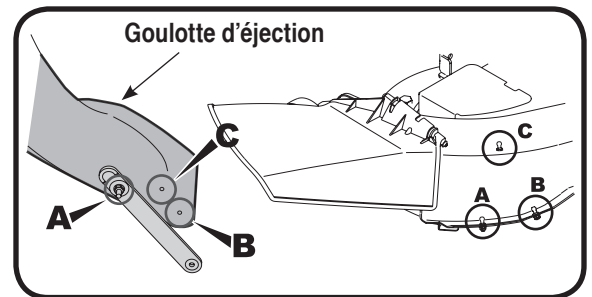

Figure 23
La patte de fixation est placée en position A sur la goulotte d'éjection. Cependant, sur les anciens tracteurs, vous devez changer la position de la patte selon l'emplacement de la goupille du collecteur d'herbe sur le plateau de coupe. Déplacez la patte de fixation sur la goulotte d'éjection de la position A à la position B ou C selon la position de la goupille du collecteur d'herbe sur le plateau de coupe en A, B et C. Voir la Figure 23.
4. Vous devrez ensuite positionner la patte de fixation sur la goulotte d'éjection afin qu'elle corresponde avec l'orifice et la goupille. Voir la Figure 23 pour le positionnement de la patte de fixation.
REMARQUE : La patte de fixation est placée en position A sur la goulotte d'éjection. Cependant, sur les anciens tracteurs, vous devez changer la position de la patte selon l'emplacement de la goupille du collecteur d'herbe sur le plateau de coupe. Déplacez la patte de fixation sur la goulotte d'éjection de la position A à la position B ou C selon la position de la goupille du collecteur d'herbe sur le plateau de coupe en A, B et C. Voir la Figure 23.